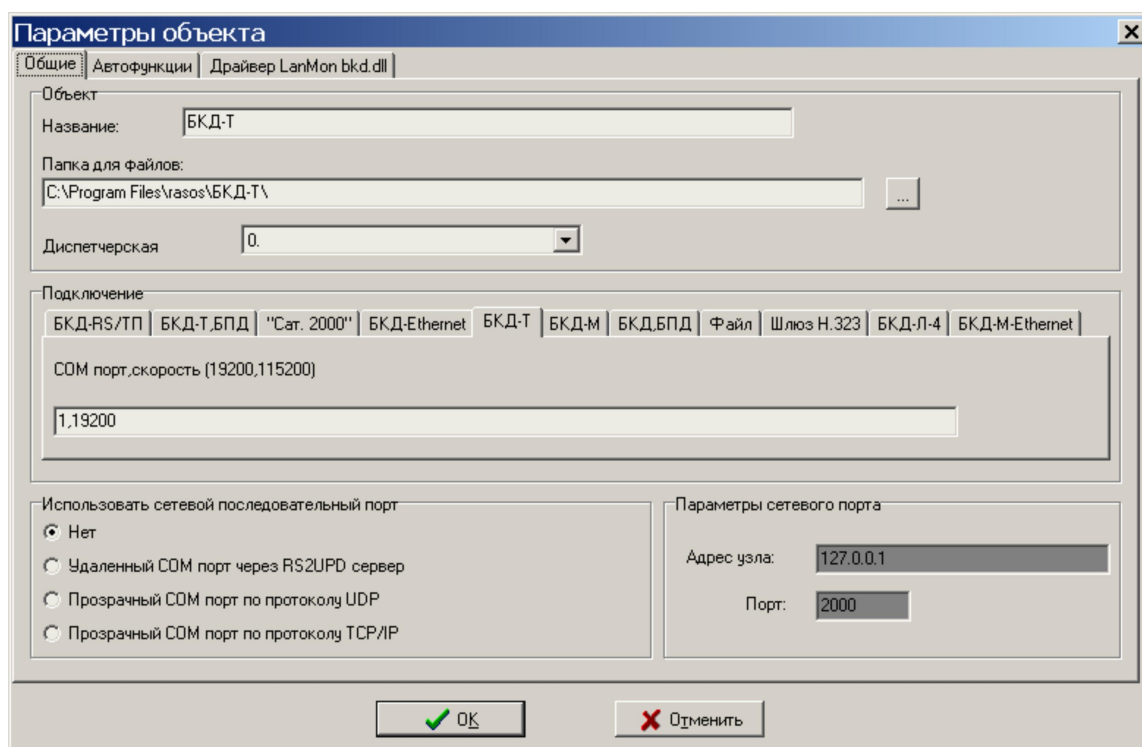

Рисунок 118
- 5) Подготовить ПЭВМ к работе, загрузить ПО RASOS, создать новый объект БКД-М, установить параметры подсоединения: БКД-Т, 19200 (рисунок 118).